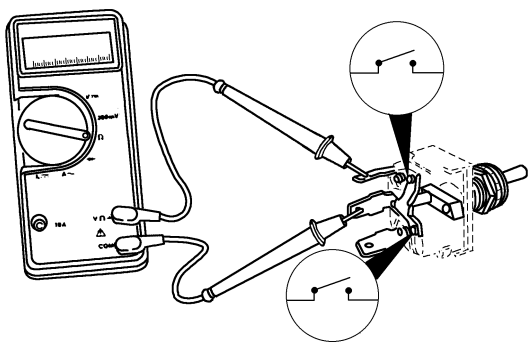

图 5-134 用万用表两表笔接触中心端子和上部端子
② 用万用表两表笔接触开关的中心端子和上部端子,如图 5-134 所示。